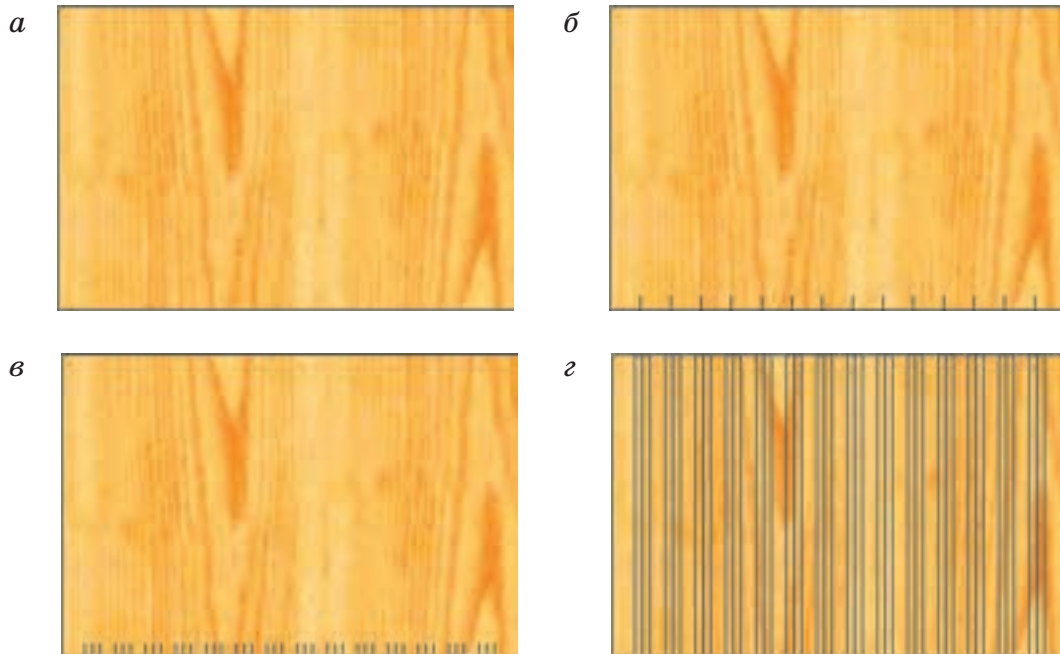

Рис. 90. Последовательность разметки заготовки для выполнения двугранных выемок
1. Построй на заготовке прямоугольник со сторонами 200 мм и 100 мм (рис. 90, а).
2. На нижней стороне нанеси деления на расстоянии 10 мм друг от друга (рис. 90, б).
3. От каждого деления отложи влево и вправо по 3 мм (рис. 90, в).
4. При помощи столярного угольника проводи линии выемки (рис. 90, г).